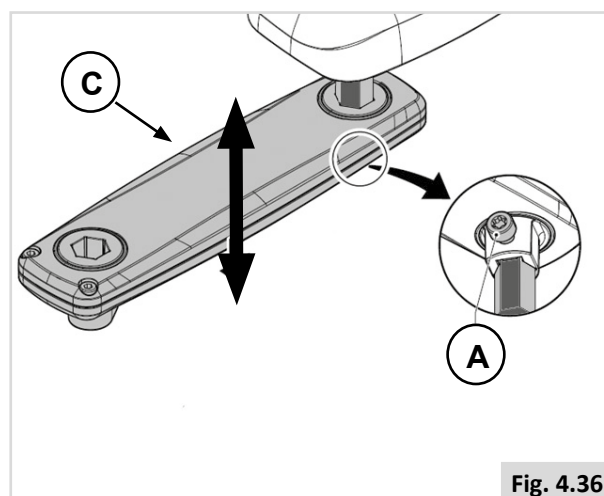
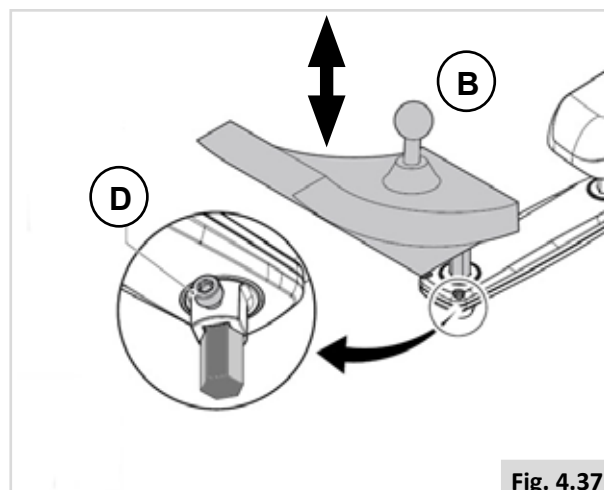

Fig. 4.36
Fig. 4.37
Vooraf instellen van de diepte van de bediening (1) (Fig. 4.36).
1. Draai (A) los.
2. Schuif (C) in de gewenste positie.
3. Draai vast (A).
Vooraf instellen van de hoogte van de bediening (2) (Fig. 4.37)
1. Maak de lossen (D).
2. Schuif (B) in de gewenste positie.
3. Vastdraaien (D).